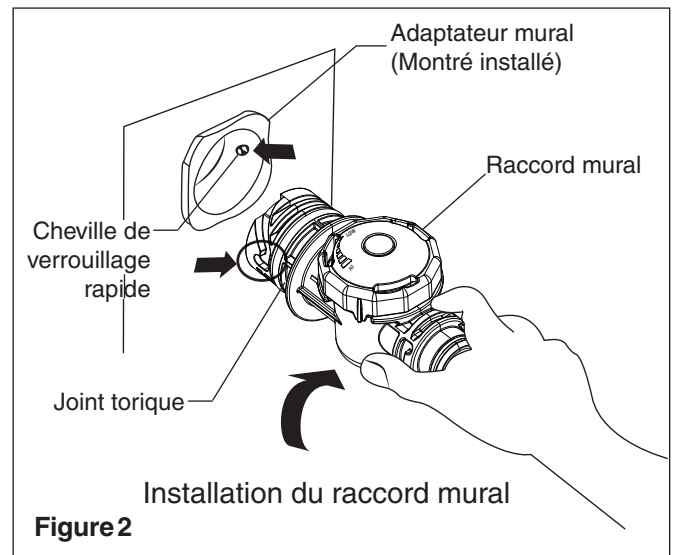

Figure 2
5. Insérez l'adaptateur mural dans la conduite de retour filetée NPT de 1-1/2 po. Serrez à la main. **Voir la Fig. 2.**
6. Aligned le raccord mural avec la cheville de verrouillage rapide à l'intérieur de l'adaptateur mural. Tournez de ¼ de tour dans le sens horaire pour verrouiller le raccord mural. **Tirez légèrement vers l'extérieur afin d'assurer un bon alignement pour engager les chevilles de verrouillage rapide. Voir la Fig. 2.**